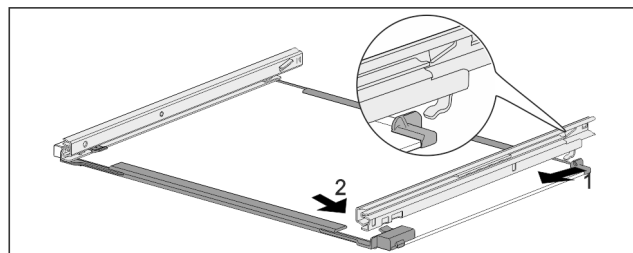

Fig. 160 Staklena ploča s vodilicama
- Zakvačite vodilicu sa stražnje strane. Fig. 160 (1)
- Uglavite vodilicu s prednje strane. Fig. 160 (2)